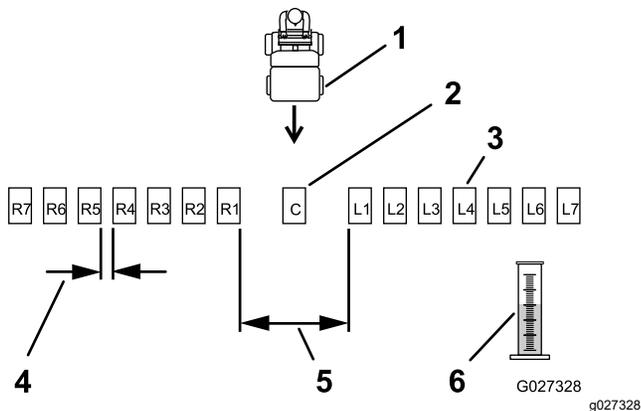
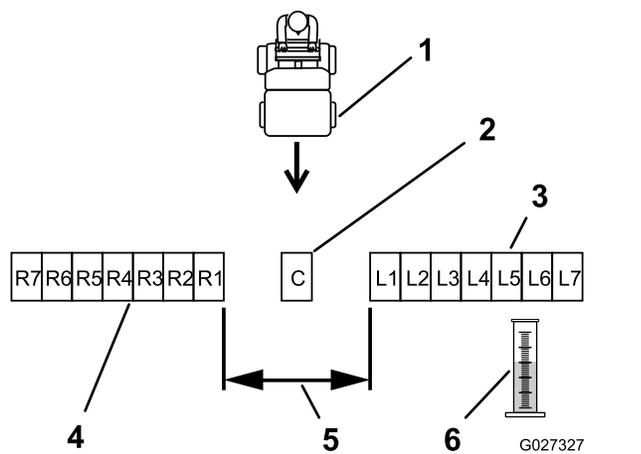

Figure 20
Figure 21
2. Placez les autres bacs en ligne droite, comme montré à la Figure 20 ou la Figure 21.
Placez 6 autres bacs de chaque côté en les espaçant de 30 cm (12 po) (Figure 20).
Placez six autres bacs côte-à-côte de chaque côté (Figure 21).
6. Étiquetez chaque éprouvette de dosage en fonction du bac correspondant (par exemple L2, L1, Central, R1, R2); voir Figure 20 et Figure 21.